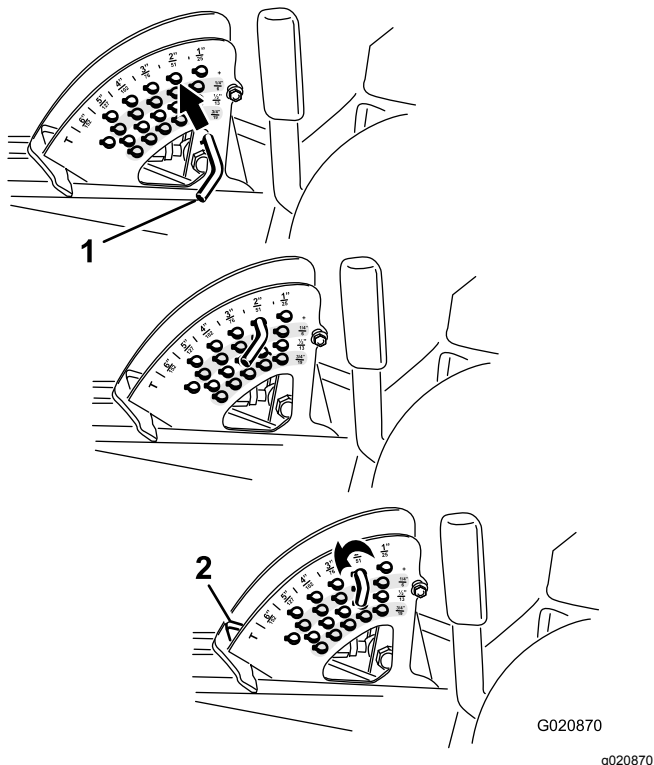

Рисунок 24
2. Чтобы отрегулировать высоту скашивания, поверните стопорный штифт так, чтобы цилиндрический штифт внутри него совпал с прорезями в отверстиях кронштейна высоты скашивания, затем извлеките штифт (Рисунок 24).
3. Выберите отверстие в кронштейне высоты скашивания, соответствующее необходимой высоте скашивания, вставьте штифт и, нажимая на него, поверните до фиксации в отверстии (Рисунок 24).
Примечание: В кронштейне есть четыре ряда отверстий (Рисунок 24). Верхний ряд обеспечивает высоту скашивания, указанную над штифтом. Второй ряд обеспечивает